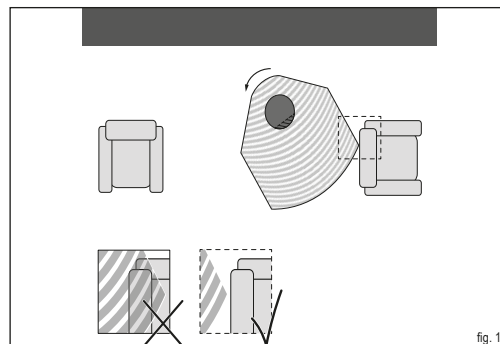
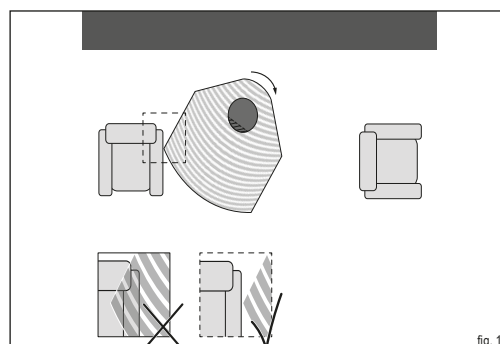

fig. 10
fig. 11
- Nell'angolo di rotazione impostato nella stufa a legna non è consentito che vi siano materiali infiammabili entro l'area di irraggiamento, come ad esempio mobili. (fig. 10 e fig. 11).